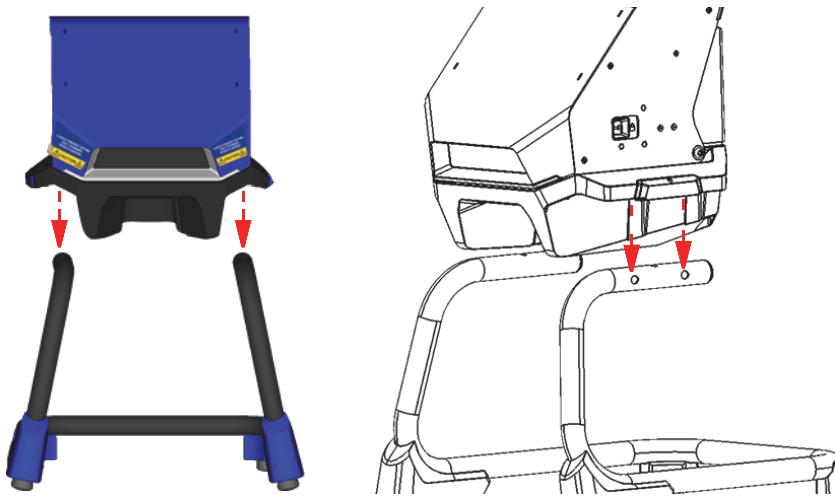

Figure B-7 Poste de travail – Chambre d’analyse placée sur le support
2. Soulevez la chambre d’analyse et placez-la au-dessus du support (voir Figure B-7 à la page 117).